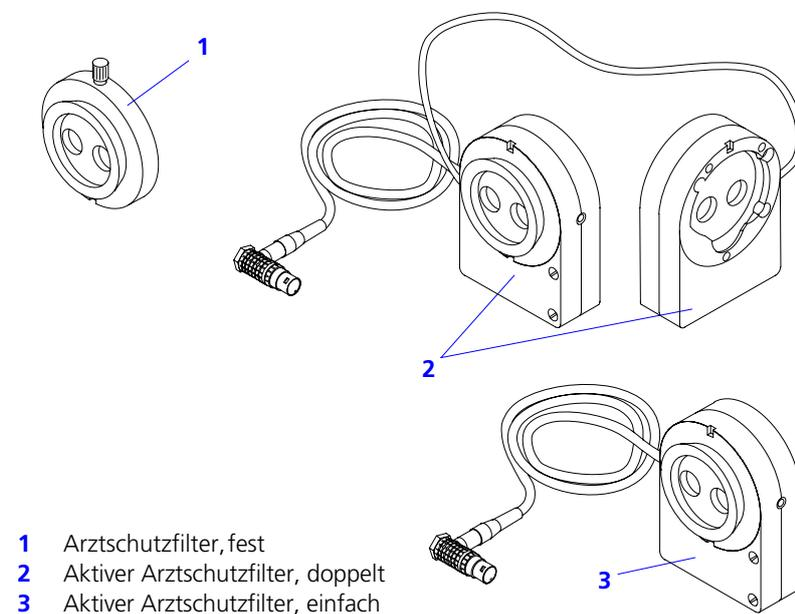

Abb. 37 Intraokularsonde
- Wählen Sie den von Ihnen benutzten Arztschutzfilter "**Fixed**" (feststehend, **1**, Abb. 37) oder "**Active**" (aktiv, **2** bzw. **3**, Abb. 37).